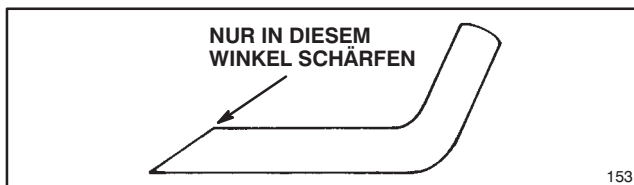

Abbildung 27
9. **SCHÄRFEN DES MESSERS**—Oberkante des Messers mit einer Feile schärfen und dabei ursprünglichen Schnittwinkel beibehalten (Fig. 27). Das Messer bleibt ausgewuchtet, wenn von beiden Schnittkanten gleichviel Material abgetragen wird.